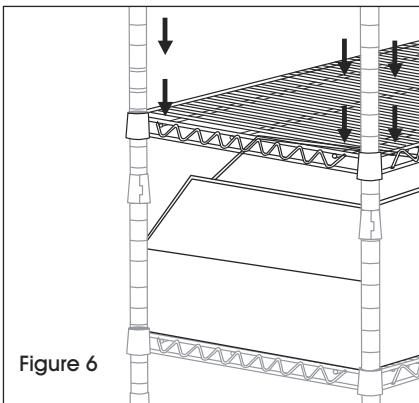

Figure 6
4. Pour déterminer la hauteur de la tablette suivante, placez une rangée de bacs sur la tablette inférieure. Identifiez la rainure permettant à la tablette suivante de reposer juste au dessus de la rangée de bacs. Enclenchez les supports au niveau de cette rainure, puis ajoutez et sécurisez la tablette. Répétez l'opération pour installer les tablettes restantes. (Voir Figure 6)